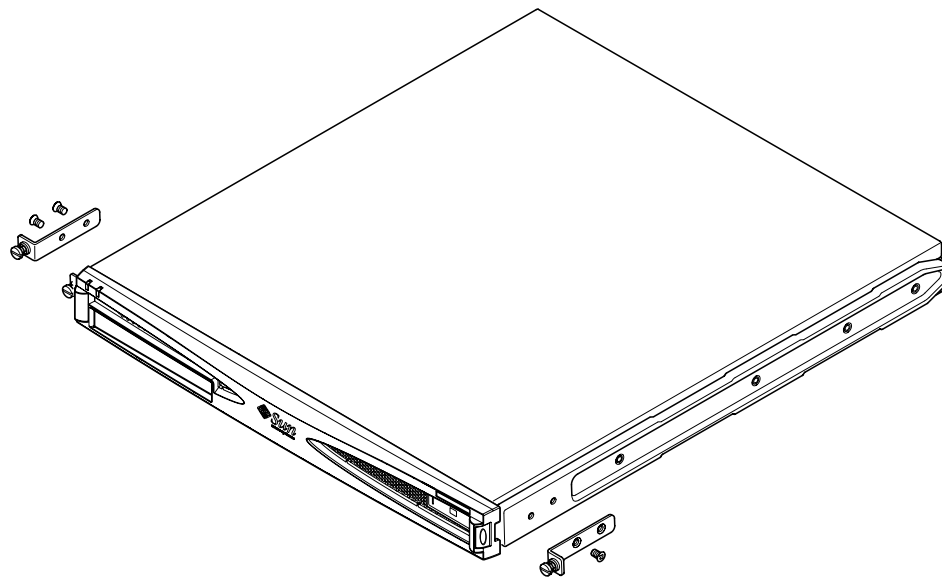

図 5-10 つまみねじ付き取り付け金具の取り外し
1. サーバー側面からつまみねじ付き取り付け金具を取り外します (図 5-10 を参照)。